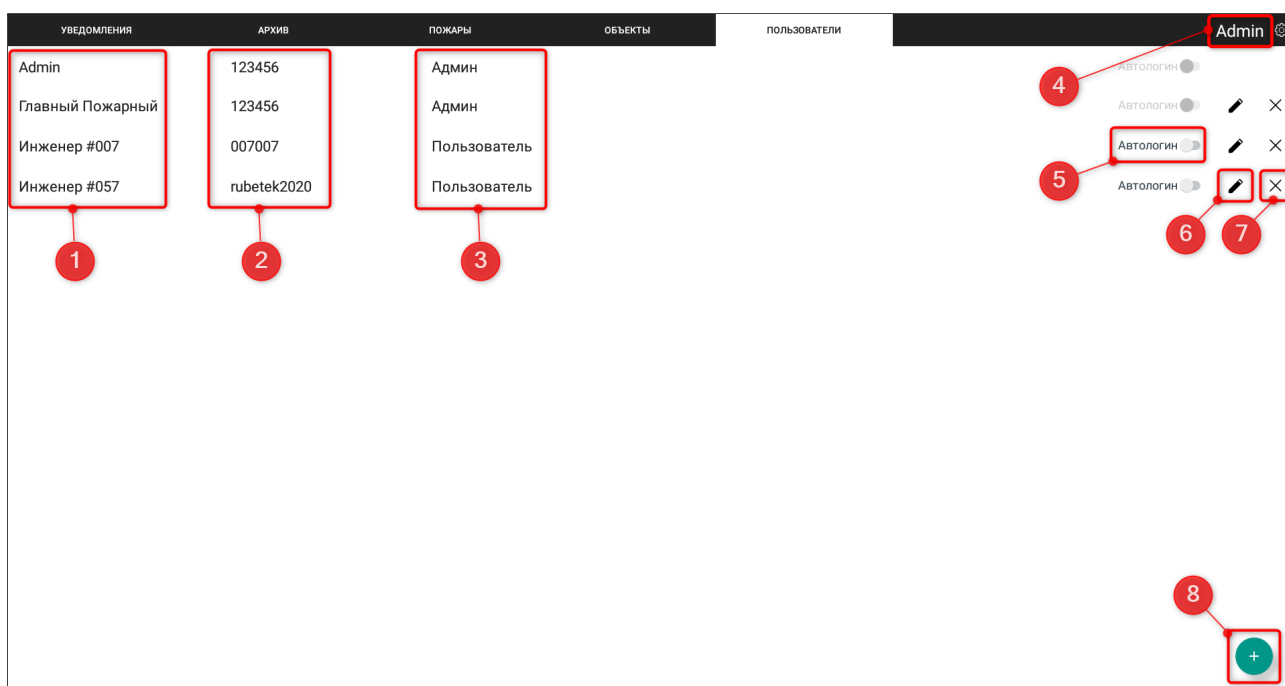

Рисунок 41 - Вкладка “Пользователи”
3. Изменить пароль своей учетной записи может как Администратор, так и Пользователь. Для этого достаточно нажать на **имя авторизованного пользователя** (рис. 41 номер 4) и в выпадающем списке выбрать пункт “Сменить пароль”, после чего внести и сохранить изменения.
Для создания новой учетной записи необходимо нажать на **+** (рис. 41 номер 8), затем в открывшемся окне ввести имя пользователя (логин), пароль и время доступа, в течение которого данному пользователю будет разрешен доступ к планшету. После истечения времени доступа произойдет автоматический выход из учётной записи.